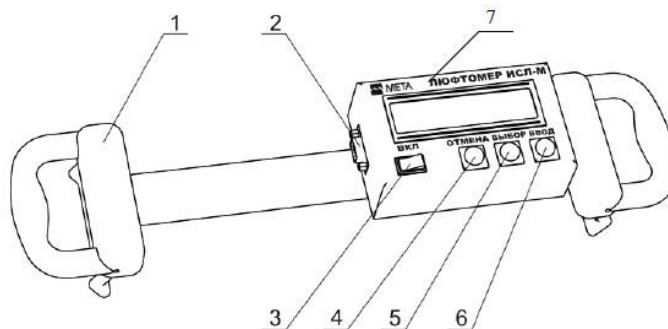
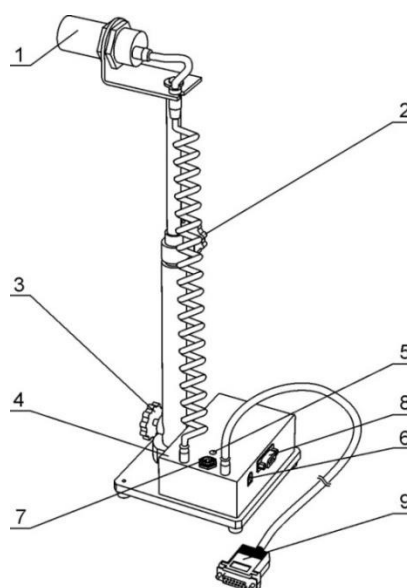

Рисунок 17 – Внешний вид приборного блока:
Рисунок 18 – Датчик движения колеса:
Конструктивно прибор выполнен в виде приборного блока (рисунок 17) и выносного датчика движения (рисунок 18) управляемых колес.
В приборном блоке (см. рисунок 17) размещаются гироскопический преобразователь угла поворота, буквенно-цифровой индикатор и микропроцессорный преобразователь сигналов. Приборный блок крепится на рулевое колесо машины при помощи захватов 1.
Датчик движения колеса (см. рисунок 18) выполнен в виде металлического штатива, состоящего из телескопической штанги и трубок. В верхней части штатива расположен индуктивный преобразователь перемещения. На основании штатива закреплен блок датчика с аккумуляторной батареей и блоком обработки сигналов. Основание штатива установлено на ножки. Фиксация необходимой высоты обеспечивается фиксаторами 2, 3.
- закрепить приборный блок на рулевом колесе с помощью захвата 1 (см. рисунок 17) так, чтобы перемещение прибора относительно рулевого колеса отсутствовало;
- включить прибор. При необходимости установить датчик движения колеса (см. рисунок 18) на расстоянии, при котором на индикаторе приборного блока появится соответствующее сообщение: «Установка ДДК в норме»;